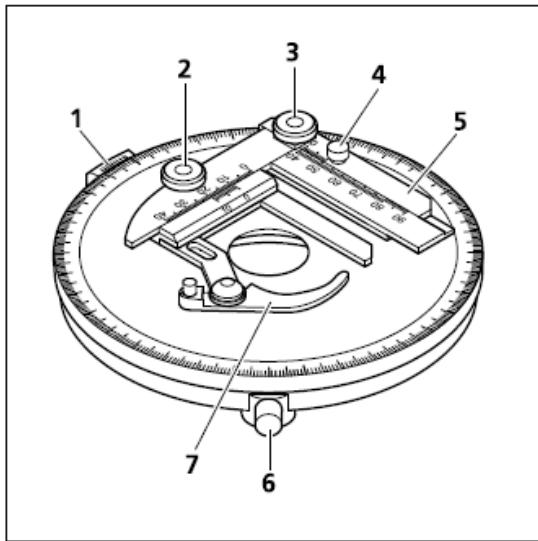

图. 2-17 偏光旋转载物台
- 旋转偏光载物台(图 2-17) 可以放置, 定位和使用带有导向装置(图 2-17/5)的样品夹(图 2-17/7)固定样品
- 通过调节螺丝(图 2-17/6)载物台可 360° 旋转
- 通过角度标尺(图 2-17/1)可以读出当前的角度
- 移除样品导向装置(图 2-17/5).(松开制动螺丝图 2-17/4,之后. 有两颗螺丝分别位于两个导向装置上,将导向装置固定在旋转载物台上.)